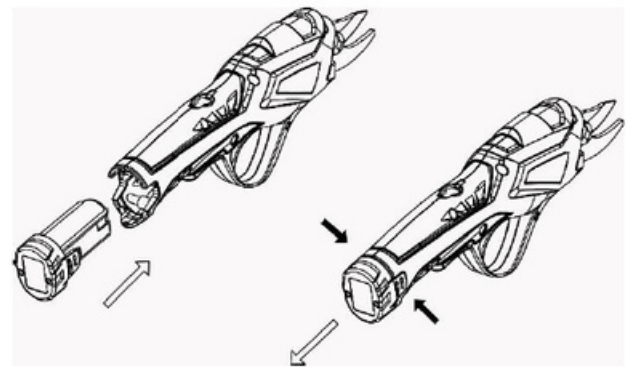

Fig. 3
4.5- Installation / retrait de la batterie (Fig. 3)